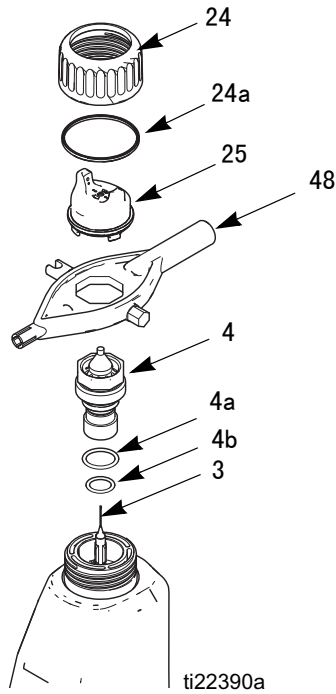

图 18. 空气帽 / 喷嘴更换
- 2. 卸下固定环（24）和空气帽（25）。参见图 18。